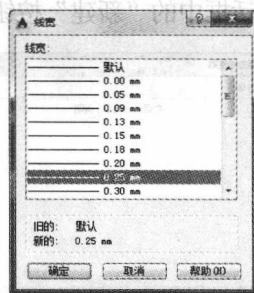

图 1-6 “线宽”对话框
5. 在显示边界线线宽的区域单击，弹出如图 1-6 所示的“线宽”对话框。按照工程制图国家标准的规定，粗实线的线宽取 0.75mm，其他所有对象的线宽取 0.25mm。在“线宽”对话框中选择 0.25mm，单击“确定”按钮。